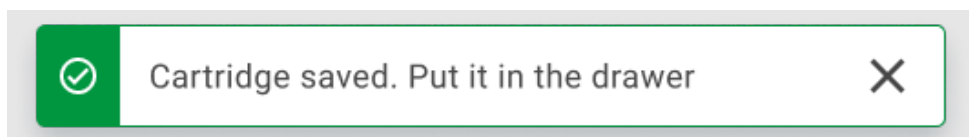

Figure 27. Écran de cartouche enregistrée.
- Après un scan réussi, la boîte de dialogue suivante s'affiche brièvement en haut de l'écran (Figure 27).